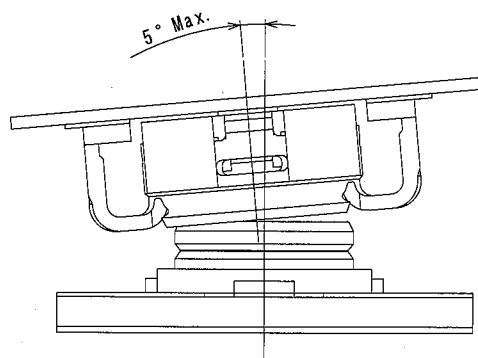

図 5 (Fig.-5)
- ・ プラグコネクタ挿入時、挿入許容角度は  $5^{\circ}$  Max.です。(図 5)